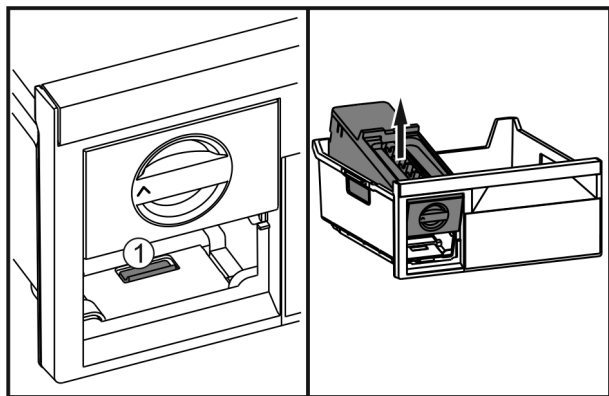

Fig. 41
- Premere la linguetta Fig. 41 (1), sollevare EasyTwist-Ice da dietro ed estrarlo dal cassetto del congelatore.